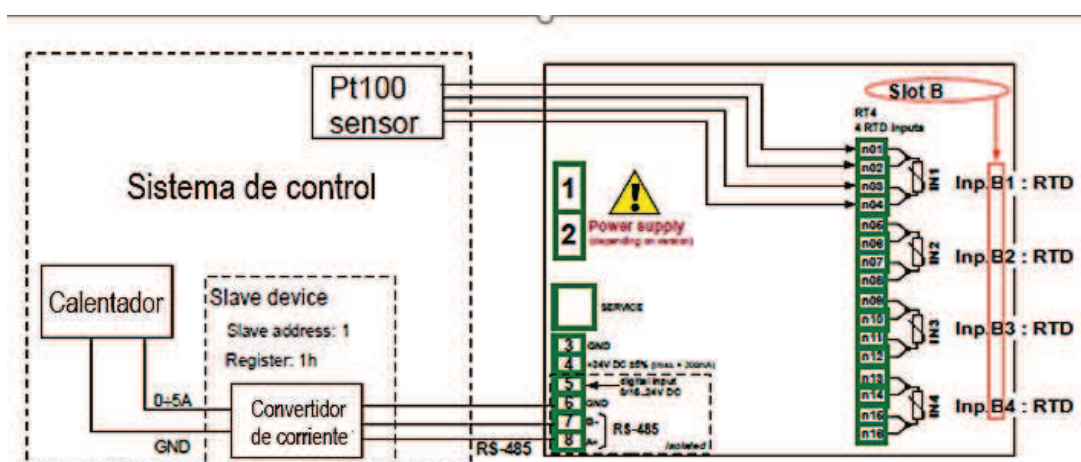

Fig. 7.78. Diagrama esquemático para el módulo RT4 y el puerto Modbus MB1
- parámetro **fuelle** establecido como **Inp.A1: RTD** (ver **Fig. 7.78**),
- parámetro **precisión** establecidos en **0.00**, porque con esta precisión podemos enviar una señal desde el controlador al convertidor de corriente (ver **Fig. 7.78**),